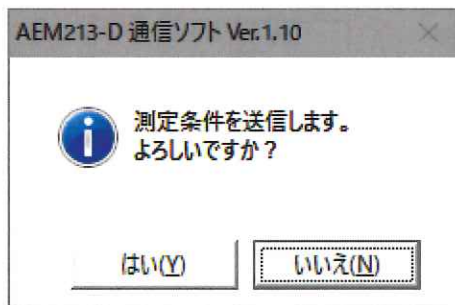

図 3.21 確認のダイアログ
- (b) 確認のダイアログが表示されますので、送信してもよければ[はい]をクリックしてください。[いいえ]をクリックすると処理を中止します。(図 3.21)